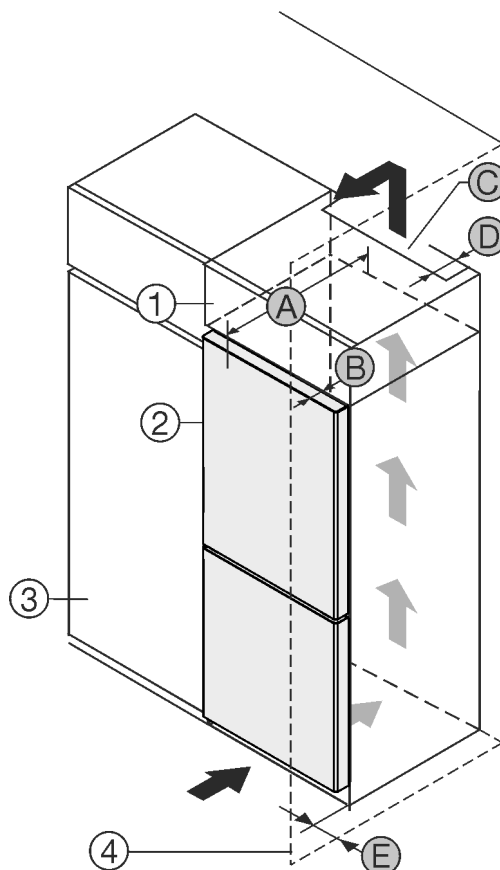

Fig. 1
- (1) 附加柜 *
- (2) 冰箱 *
- (3) 餐具柜 *
- (4) 墙壁 *
- (A) 冰箱深度 *
- (B) 门深度 *
- (C) 通风横截面 *
- (D) 冰箱背面间距 *
- (E) 到冰箱侧面的间距 *
您可以将冰箱直接放置在餐具柜 Fig. 1 (3) 旁边。*
在附加柜背面必须有一个竖风道, 其深度 Fig. 1 (D) 应超过整个附加柜宽度。*
盖板下必须保有通风横截面 Fig. 1 (C)。*
如果将带铰链的冰箱放置在墙壁 Fig. 1 (4) 边, 冰箱和墙壁必须至少相距 13 mm。*
如果将带铰链的冰箱放置在墙壁 Fig. 1 (4) 边, 冰箱和墙壁必须至少相距 20 mm。*
为了能完全打开门, 冰箱必须凸出橱柜正面一定门深度 Fig. 1 (B)。根据餐具柜 Fig. 1 (3) 的深度, 使用壁距调整垫片可以使冰箱更为凸出。*